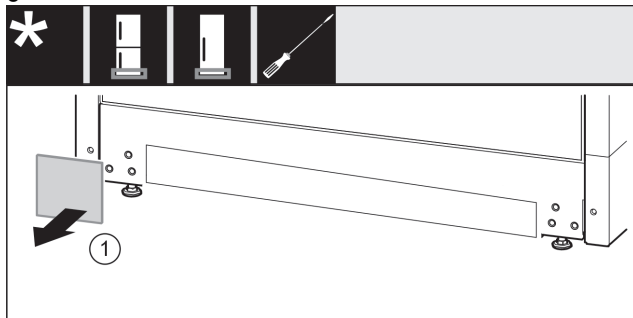

Fig. 13
- ▶ Võtke kate maha. Fig. 13 (1)